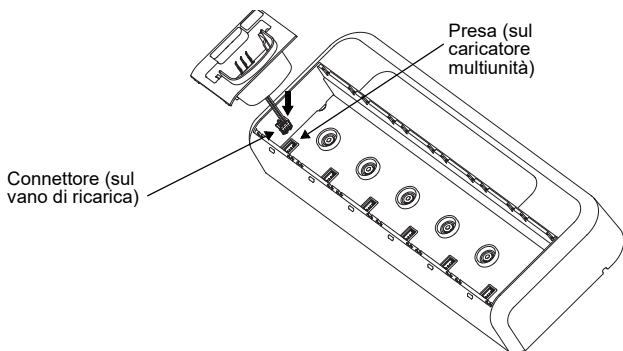

Figura 3
3. Rimuovere il vano tirando verso l'alto il connettore (fare riferimento alla Figura 3).
1. Collegare il vano di ricarica inserendo il connettore nella presa sul caricatore multiunità (fare riferimento alla Figura 3).